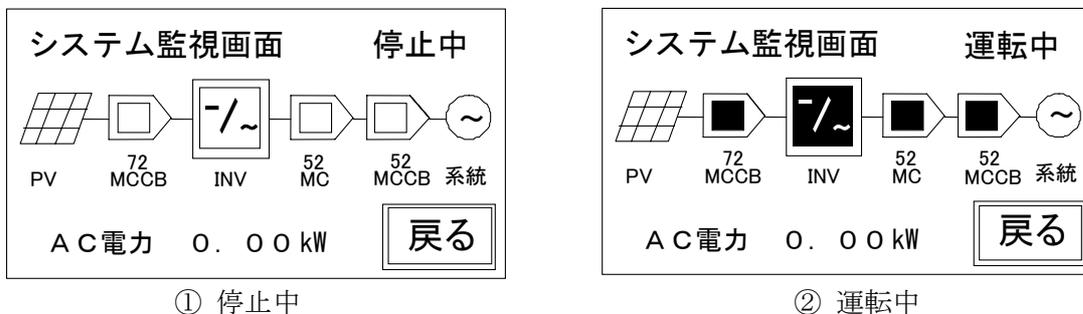

図 3-42 システム監視画面
- (72)MCCB : 直流遮断器 72MCCB の ON/OFF を表示します。「ON」で図 3-42 ②運転中 のように表示します。
- INV : インバータ運転/停止を表示します。運転で図 3-42 ②運転中 のように表示します。
- (52)MC : 連系開閉器 52MC の ON/OFF を表示します。「ON」で図 3-42 ②運転中 のように表示します。
- (52)MCCB : 系統出力遮断器 52MCCB の ON/OFF を表示します。「ON」で図 3-42 ②運転中 のように表示します。